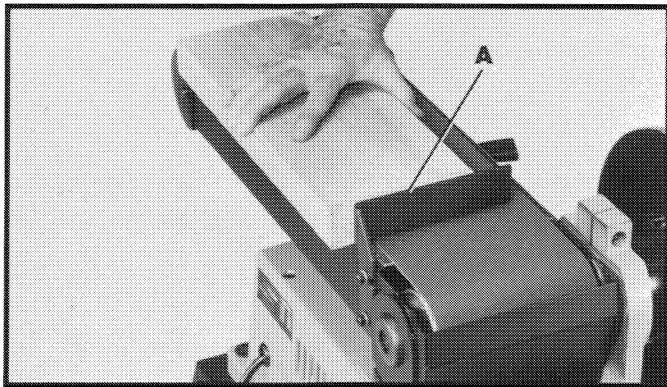
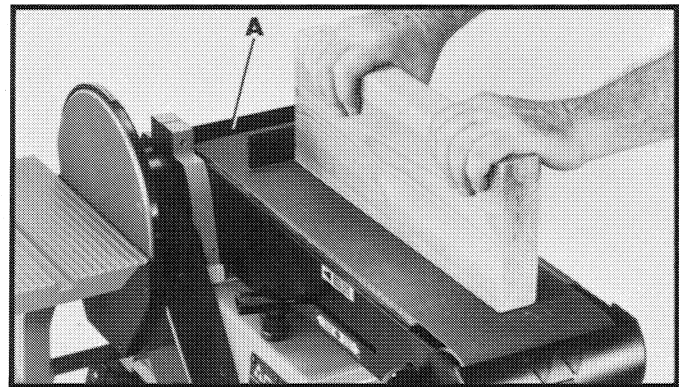

Fig. 47
Fig. 48
Durante el lijado de superficie (ver Fig. 47) o el lijado de borde (ver Fig. 48), el brazo de lijado se encuentra en la posición horizontal, y el contratope (A) Fig. 47 y 48, debe emplearse siempre para impedir que la correa arrastre el material. Detenga el material con firmeza en todo momento, manteniendo los dedos alejados de la correa de lijado. Mantenga siempre el extremo del material contra el contratope y mueva el material uniformemente de lado al lado de la correa de lijado. Aplique sólo suficiente presión como para permitir que la correa de lijado quite material. Utilice precaución adicional durante el lijado de materiales muy delgados.